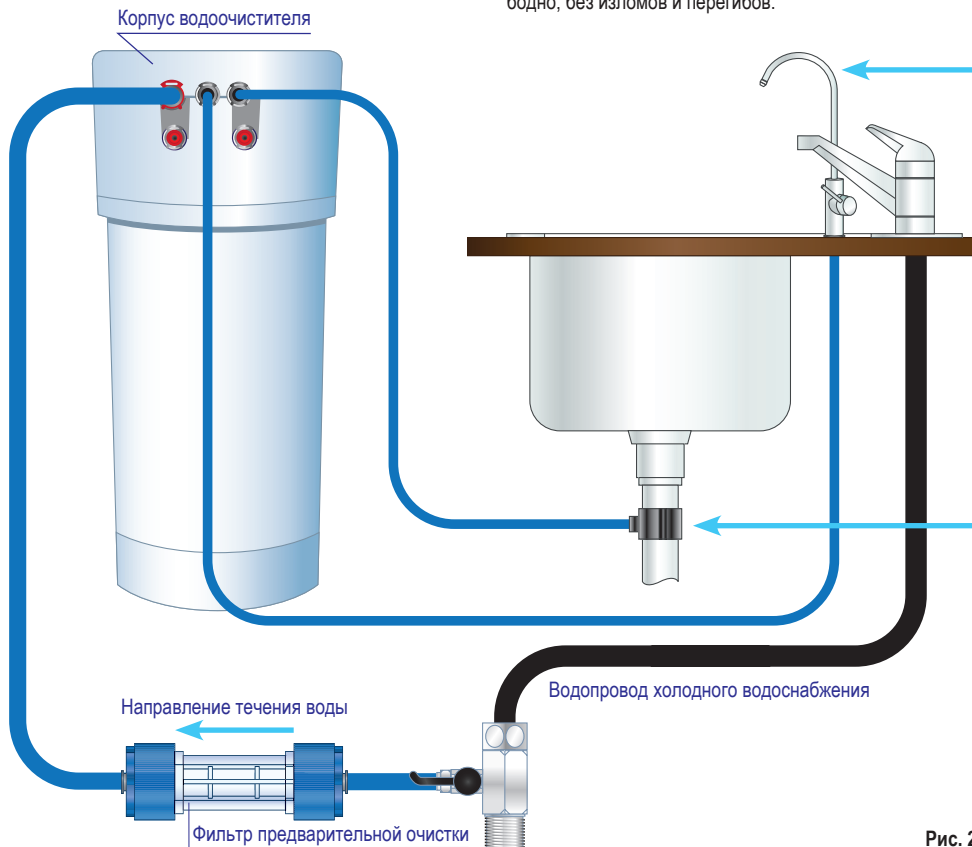

Рис. 2
Шаг 2 Подсоедините подводящие трубки согласно рисунку (рис. 2)
• Отсоедините дренажную трубку с угольником (2) (рис. 2) от дренажного штуцера (1) (рис. 2) корпуса мембранного модуля. Для этого выньте из-под пластиковой втулки стопорную клипсу, нажмите на торец пластиковой втулки и вытяните трубку.